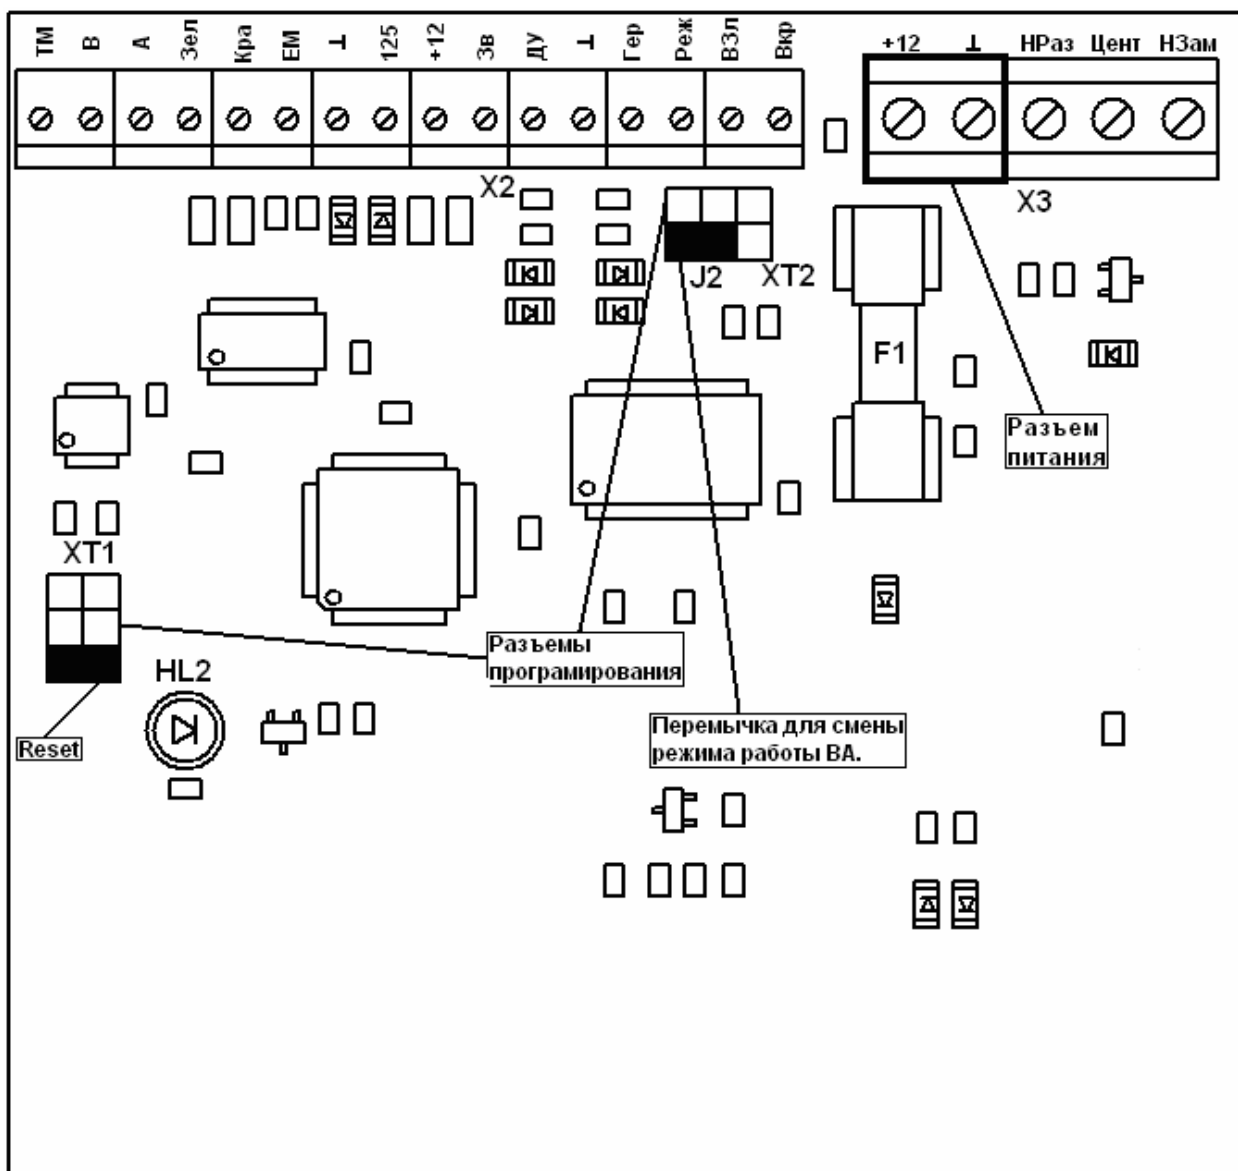

Рисунок 2: Плата контроллера «Кабинет С».
- 8.2 БПК представляет собой печатную плату размером 87х82 мм с электронными компонентами и разъемами для подключения питания, магистрали связи, ВА и электрозамка, установленную в пластиковый корпус с габаритами 115х105х64 мм. На плате, расположены индикационный светодиод, показывающий состояние связи БПК с контроллером «Кронверк СМ-01». Внешний вид платы приведен на рис.2.
- К БПК необходимо подключить блок бесперебойного питания со следующими характеристиками: выходным напряжением от 10,2 до 14 В и постоянным током 1...2 А. Желательно использование источника питания с минимально возможной величиной напряжения. При выборе источника питания, следует учитывать характеристики используемых электрозамков. Для подачи питающего напряжения необходимо использовать провода сечением не менее 0,35 мм (МГШВ-0,35). Полярность питающего напряжения должна соответствовать рис.2 (разъем Х3).
После окончания монтажа кабелей связи и подключения исполнительных устройств необходимо проверить на плате контроллера наличие перемычки: в зависимости от типа ВА. Назначение перемычки показано на рис.2. Следует учитывать также описание выхода в нормальном состоянии (см. справку к ПО «Кронверк Профессионал».).